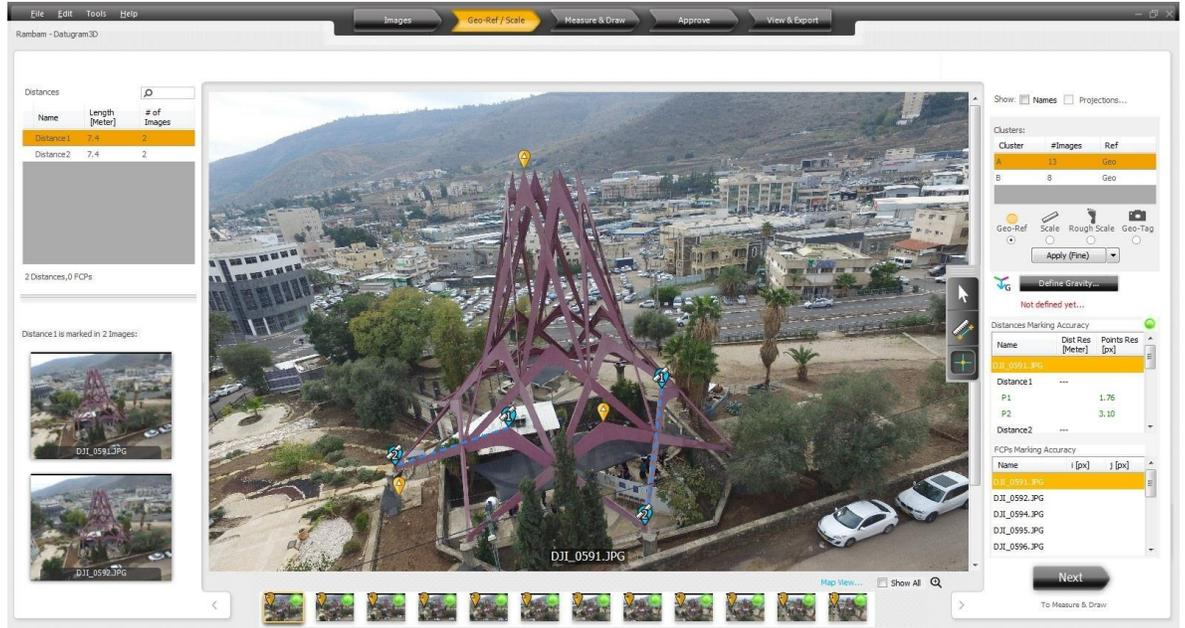

图 56 - 比例距离
7. 重复上面的步骤，根据需要添加更多距离。所有距离将显示在距离列表中，如下图 56 所示。